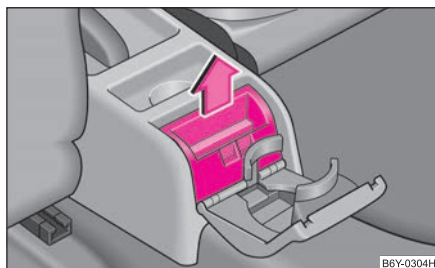

Fig. 71 Console centrale:
- Rabattre le couvercle du cendrier et sortir la boîte de celui-ci en tirant vers le haut dans le sens de la flèche ⇒ fig. 71.